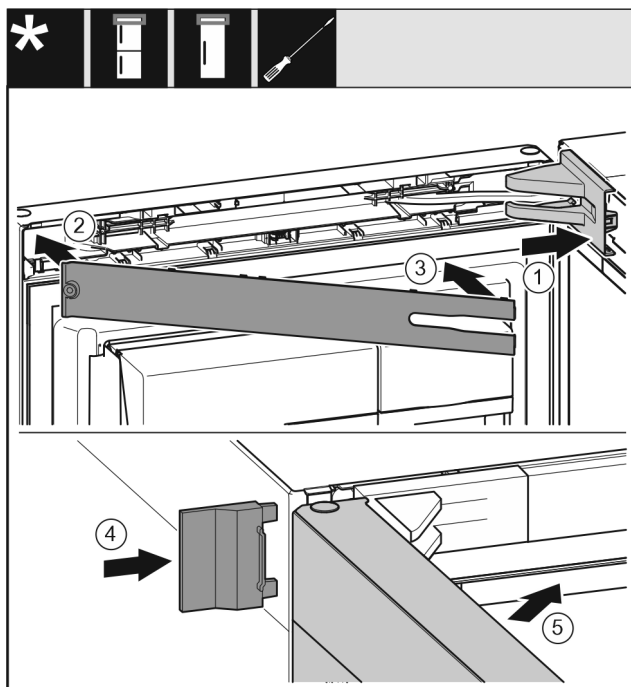

Fig. 51
- ▶ Namestite pokrov in ga zataknite, po potrebi ga previdno potisnite narazen. *Fig. 51 (1)*
- ▶ Namestite zaslonko. *Fig. 51 (2)*
- ▶ Obrnite zaslonko navznoter in jo zataknite. *Fig. 51 (3)*
- ▶ Potisnite zunanji pokrov gor. *Fig. 51 (4)*
- ▶ Zaprite zgornja vrata. *Fig. 51 (5)*